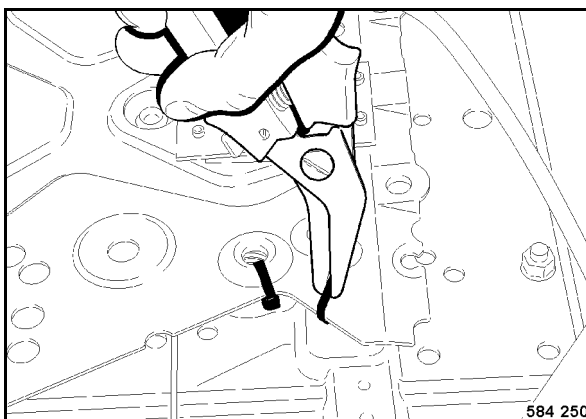

Bild 188
- Poista kaikki kaapelinsitojat istuinkonsolista (Bild 188), jotta istuimen kontaktikytkin aktivoituu.